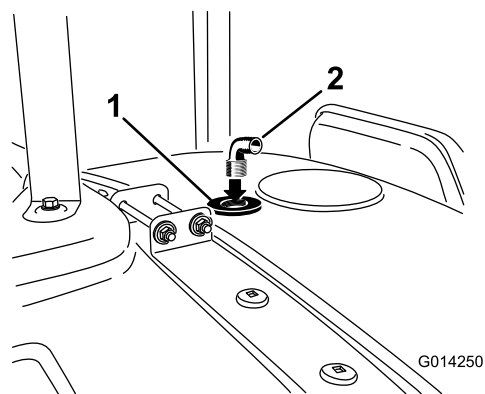

Figure 18
9. Posez le raccord dans l'ouverture fileté de la traversée de la buse de rinçage (Figure 18).